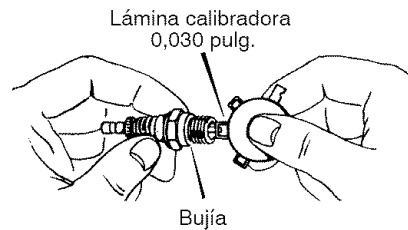

Figura 19
7. Ajuste el entrehierro de los electrodos de la bujía de repuesto a 0,030 pulg. (Figura 19).